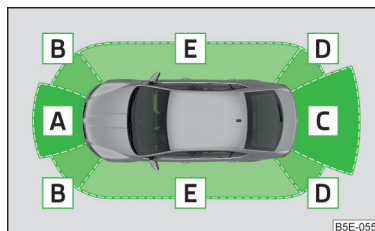

Fig. 158 Zones détectées et portée des capteurs
**En fonction de l'équipement, le véhicule peut présenter les variantes de système suivantes » fig. 158.**
En cas de traction d'une remorque ou d'un autre équipement connecté à la prise de remorque, seules les zones **A** et **B** » fig. 158 du système sont actives.
- Appuyez sur la touche de symbole **P** » fig. 158 à la page 148 pour interrompre l'affichage à l'écran.